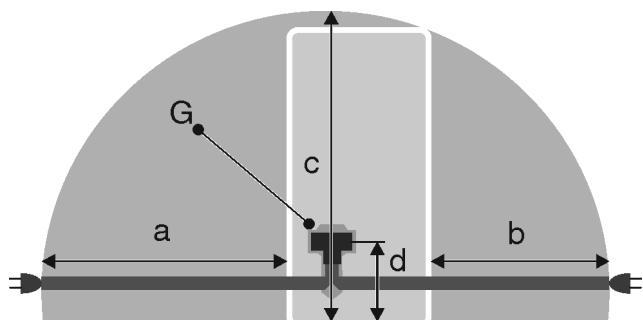

Fig. 35*
- Zásuvka sa nenachádza za zariadením, ale v oblastiach a alebo b Fig. 35 (a, b, c).
- ▶ Zástrčku zariadenia Fig. 35 (G) zastrčte na zadnej strane zariadenia. Dbajte na správne zaklapnutie.